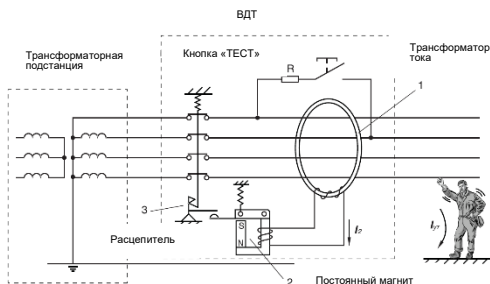

Рис. 1. Принцип работы ВДТ.
Принцип действия поясняется на Рис. 1. В нормальном режиме работы при отсутствии тока утечки по проводникам защищаемой цепи протекают рабочие токи через трансформатор тока (1). Эти токи наводят в магнитном сердечнике ТТ равные, но векторно встречно направленные магнитные потоки. Результирующий магнитный поток равен нулю. Вся система находится в состоянии покоя.